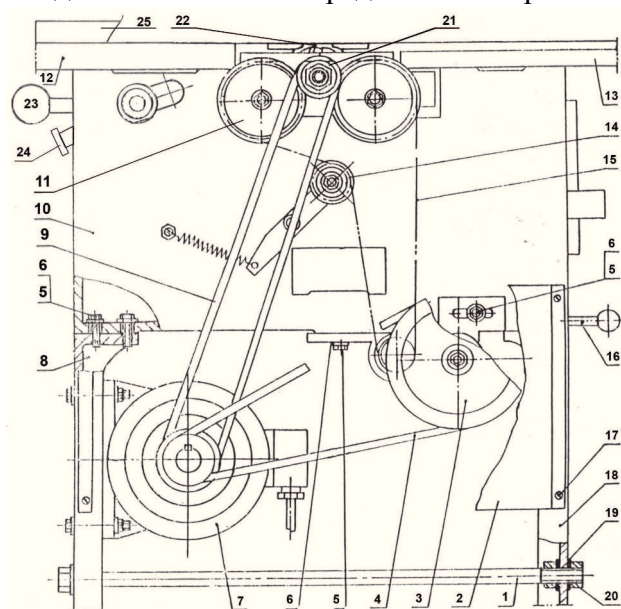
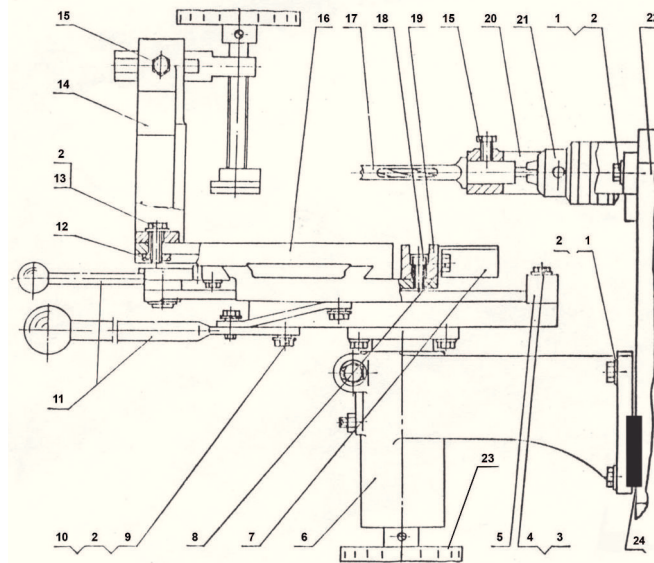

рис. 1
рис. 2
4.1 Общий вид стола основного представлен на рис. 1
4.2 Общий вид стола сверления и пазования представлен на рис. 2
4.5 Для удобства сборки станка, поставка с завода производится узлами собранными из отдельных деталей. Станок монтируется на основании 8 и 15 (рис. 1) представляющего собой переднюю и заднюю опоры состыкованные между собой стяжкой 1 (рис. 1). На основание устанавливается корпус станка на котором установлен ножовой вал 22 (рис. 1), на ножовом валу установлены ножи, которые крепятся прижимной планкой с помощью болтов. На ножовом валу 22 (рис. 1) установлен шкив 21 (рис. 1), который через ремень 9 получает вращение от двигателя 7 (рис. 1), который установлен внутри основания 8, 18 (рис. 1). Натяжение ремней 9 и 4 (рис. 1) осуществляется ослаблением болтов и перемещением двигателя 7 (рис. 1) внутри основания и затяжкой болтов по окончании. С левой стороны корпуса установлен стол регулируемый 12 (рис. 1) и стационарный 13 (рис. 1) для строгания.
8.1 Следите за состоянием ножей и их положением на ножовом валу. Ножи должны быть заточены равномерно по всей длине режущей кромки и закреплены на головке так, чтобы кромка ножей при вращении не выступала над поверхностью стола 13 (рис. 1) более чем на 1,5 мм.
8.3 Следите за состоянием ремней 4 (рис. 1) и 9 (рис. 1). При выявлении износа ремня ослабьте четыре винта, крепящих двигатель к корпусу станка, переместите двигатель так, чтобы ремень мог быть снят со шкивов, установите новый ремень и установите винты крепления двигателя.
Автоматическая подача заготовки включается рычагом 16 (рис. 1).
4.6 Для установки глубины строгания ослабьте рукоятку фиксации регулируемого стола 23 (рис. 1), рукояткой 24 (рис. 1) установите требуемую высоту регулируемого стола затем зафиксируйте стол рукояткой 23 (рис. 1). Ножевой вал сверху закрыт щитками, которые открывают ножевой вал на ширину обработки при подаче обрабатываемого материала.
Станок имеет функцию «Автоматическая подача заготовки», при рейсмусовании которая включается рычагом 16 (рис. 1) и происходит за счёт вращения роликов подачи заготовки 11 (рис. 1) через цепную передачу. Слева на корпус станка навешивается долбежное устройство 17 (рис. 2), кронштейн стола для сверления 6 (рис. 2), на который крепится в сборе трёхосевой стол 18 (рис. 2), зажим для заготовки 14 (рис. 2). Колесо 23 (рис. 2) предназначено для регулировки высоты стола при осуществлении пазования, сверления и т.д., а рычагами 11 (рис. 2) осуществляется перемещение стола по горизонтальным осям.
7.1 Блок выключателя **24** (рис. 2) имеет три положения: